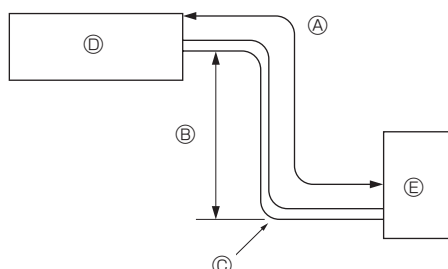

Fig. 2-1
2.1. Суық агент құбыры (Fig. 2-1)